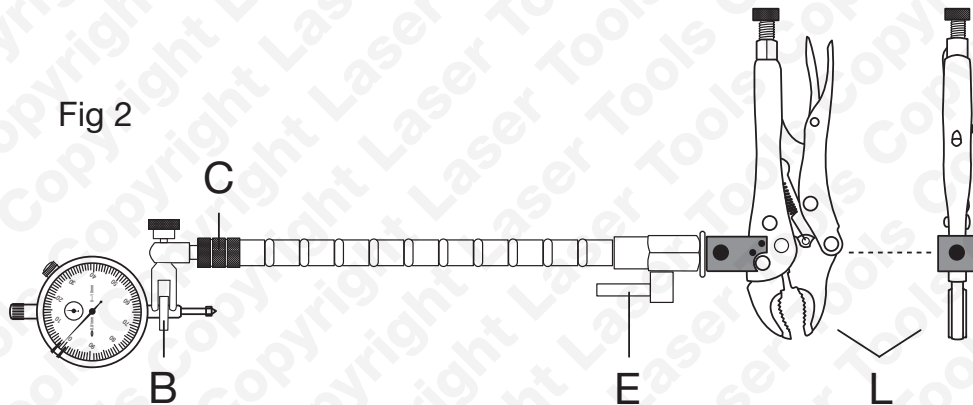

Fig 2
1. Per impostare il montante regolabile di supporto, regolare il montante flessibile serrando o allentando il dispositivo regolatore (C) in modo che ruotando la leva (E) di 90° si blocchi il montante. Fig. 2
2. Fissare il montante regolabile di supporto al morsetto di fissaggio a pinza come mostrato in Fig. 2 con la rondella in dotazione (K).
4. Fissare il comparatore al morsetto di supporto (B) come mostrato. Serrare a mano la vite di fissaggio.